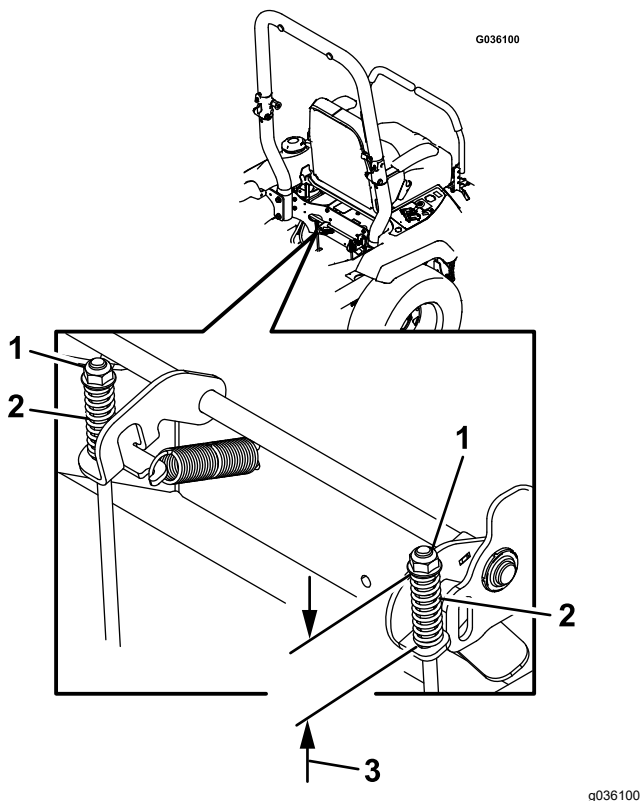

Figure 73
7. Contrôlez les deux longueurs de ressort comme montré à la Figure 73. Si un réglage est nécessaire, tournez l'écrou supérieur dans le sens horaire pour raccourcir le ressort, et dans le sens antihoraire pour l'allonger.